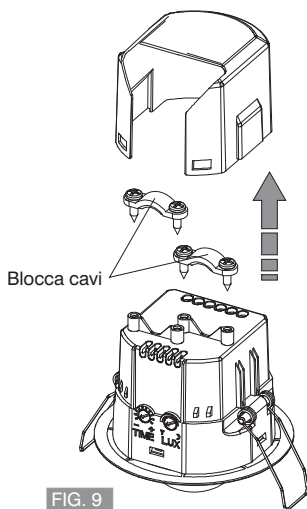

FIG. 9
- Togliere la cover coprimorsetti, svitare il o i bloccavi (fig. 9).
• Remove the terminal cover, unscrew the cable clamp(s) (fig. 9).